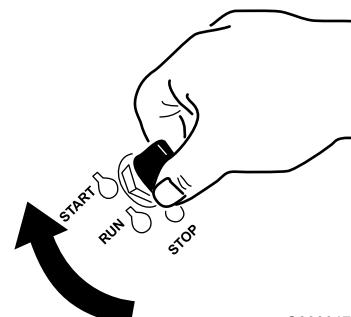

Рисунок 30
1. Поверните ключ в положение START (Пуск) (Рисунок 30).